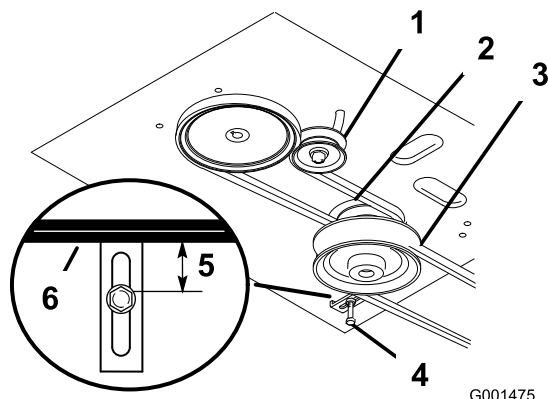

Figure 41
- Vérifiez que le guide de courroie sous le bâti du moteur est réglé correctement (Figure 41).
Remarque: Le guide de courroie et la courroie du tablier de coupe doivent être espacés de 19 mm (3/4") quand la courroie est engagée (Figure 41). Réglez la courroie du tablier de coupe au besoin. La courroie désengagée ne doit pas traîner ni tomber de la poulie quand les guides et la tension de la courroie sont réglés correctement.